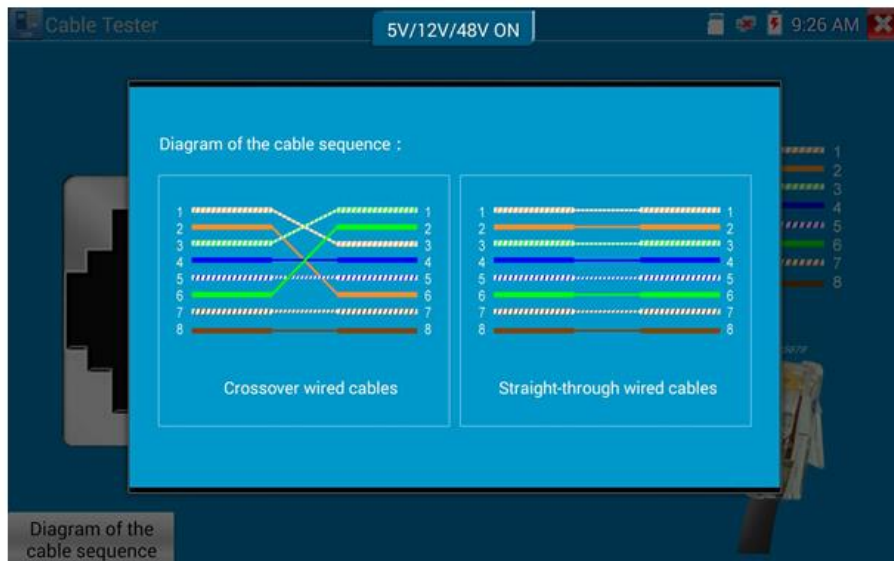

Рис. 101 Диаграммы обжимки разными методами кабеля «витой пары»
- 2) «Типы обжимки кабеля» (Diagram of the cable sequence) показывает два варианта обжимки кабеля «прямой» и «кроссовый» в виде схемы последовательности жил в кабеле, рис. 101
По умолчанию приложение определяет тип обжимки кабеля, как «прямая» (последовательность жил опр. цвета Б-Ор, Ор, Б-З, С, Б-С, З, Б-Кор, Кор), так и «кроссовая» (Б-З, З, Б-Ор, С, Б-С, Ор, Б-Кор, Кор), рис. 101